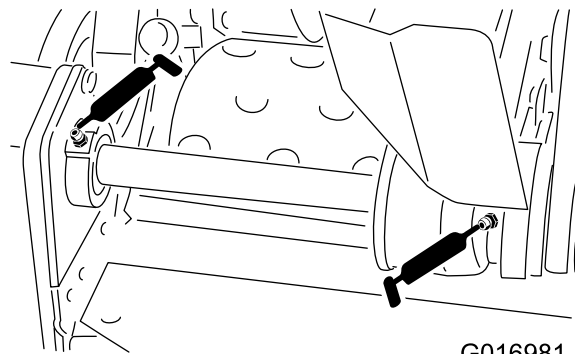

Figura 24
- 2 sui cuscinetti del contralbero del cilindro (Figura 24).